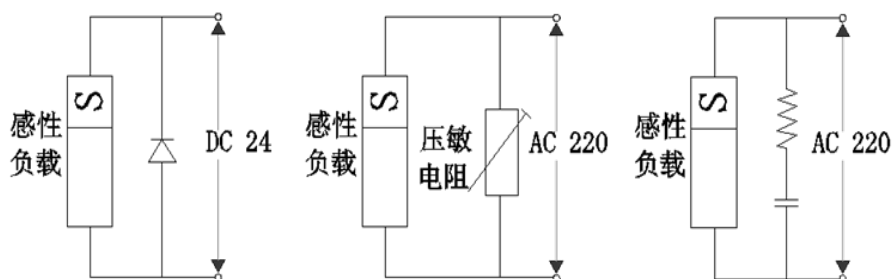

图 3-10 感性负载浪涌抑制器的应用示例
- ◆ 变频器连接感性负载设备时（电磁接触器、继电器、电磁阀等），请务必在该负载设备线圈上使用浪涌抑制器，如图3-10所示。